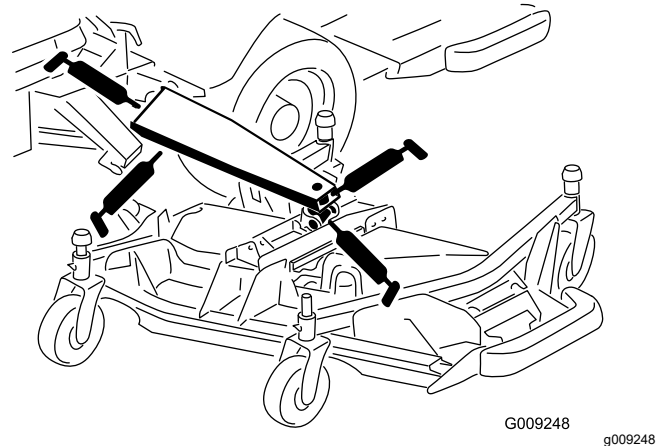

Figure 86
- 3 bagues de bras de levage principal (Figure 86)
- 1 bague de vérin de levage (Figure 86)